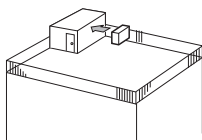

Fig. 2-4
- ① Anbring udblæsningen, så den vender imod den nærmeste væg og ca. 35 cm fra den. (Fig. 2-4)